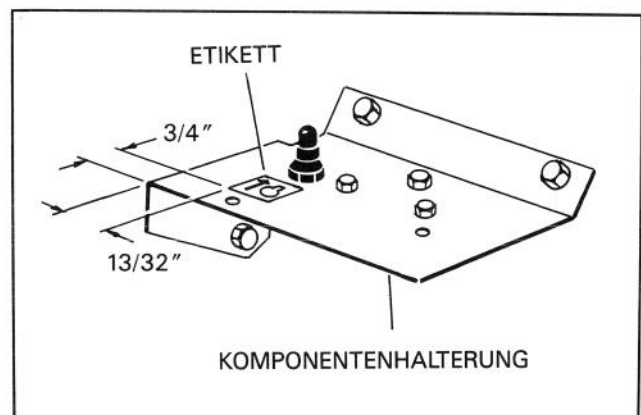

Abbildung 16
29. Mit der unteren Kante ausrichten und Starterschalter-Etikett auf Komponentenhalterung anbringen, siehe Abb. 16.